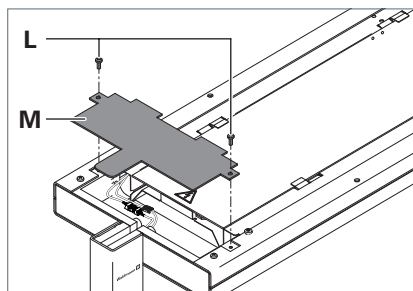

Fig. 7: Monter le recouvrement.
- Placez le recouvrement **M** sur la tête du luminaire, voir Fig. 7.